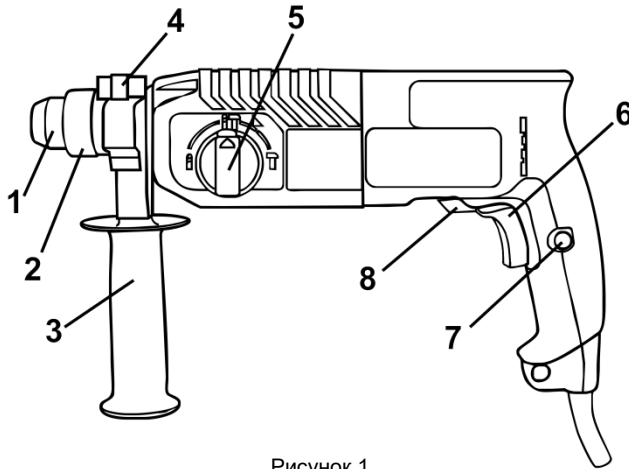

Рисунок 1
**4.1** Виберіть необхідний режим роботи виробу за допомогою перемикача (5) (див. рисунок 1, таблицю 1). При необхідності зміни кута нахилу насадки при виконанні довбальних робіт зробіть необхідні операції, які описані в пункті 3.5. При необхідності встановлення свердильного патрона – встановіть його в патрон SDS-plus через адаптер.
**4.2** Для увімкнення виробу натисніть на курок вимикача (6) (рисунок 1). Для вимкнення виробу слід курок відпустити.